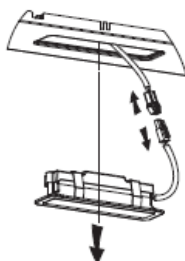
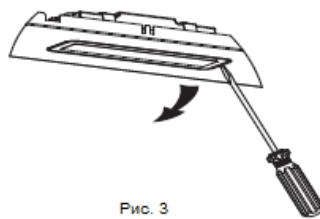

Рис. 2
Рис. 3
2. Способ 1. С помощью инструмента или руками нажмите на пружинные держатели по обеим сторонам LED-лампы вовнутрь, до тех пор, пока она будет извлечена см. Рис. 1. Затем слегка потяните ее на себя, чтобы вытянуть провод питания, и отсоедините коннектор см. Рис. 2.
Способ 2. Используя плоскую отвертку, подденьте плафон лампы снизу см. Рис. 3. Далее слегка подтяните плафон на себя и отсоедините коннектор см. Рис. 2.